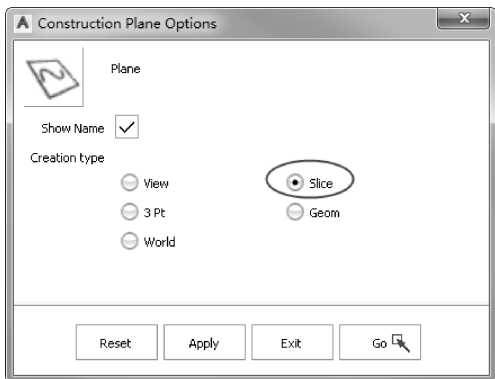

图 4-85 创建参考平面
- 09 创建一个参考平面。在【Palette】（工具箱）的【Construction】工具标签下，双击【Plane】工具图标，打开对话框，将【Creation type】（创建类型）设为【Slice】，单击【Go】按钮，如图 4-85 所示。